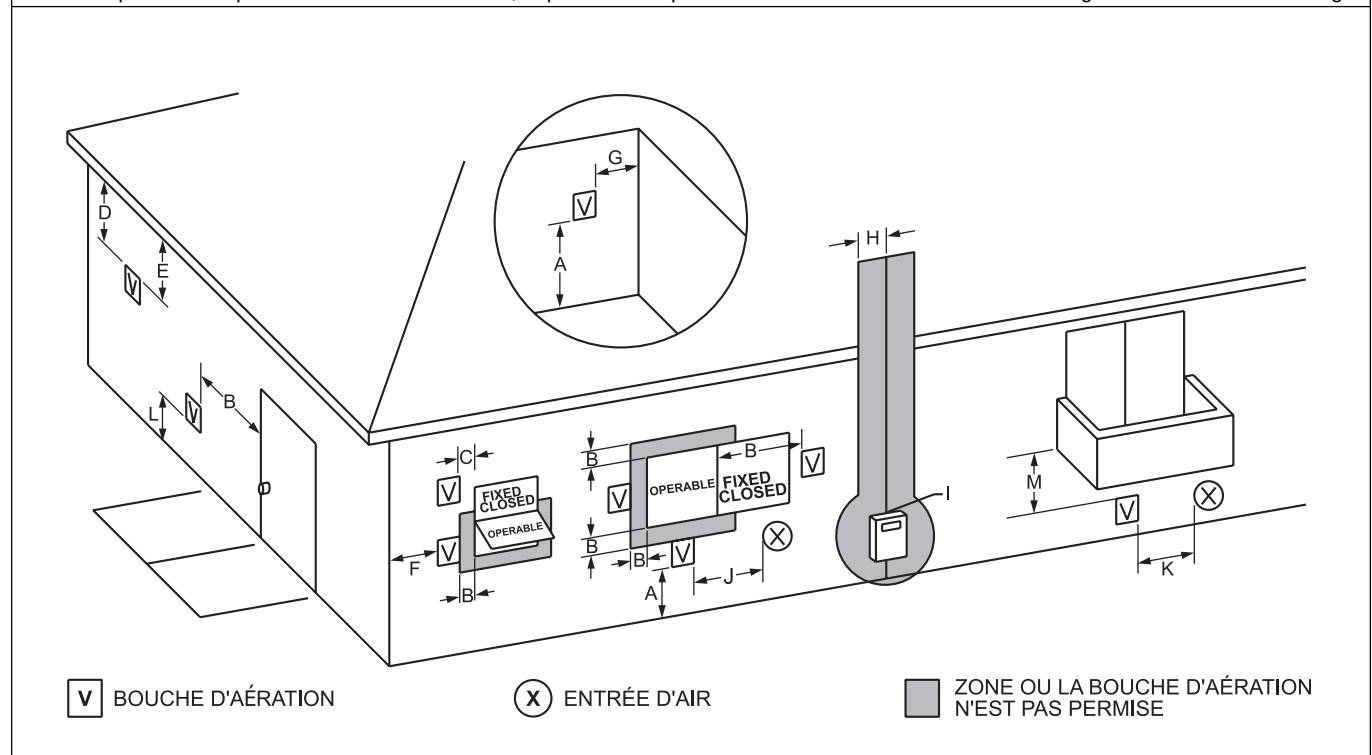

Figure 3. Air de combustion et évent à travers le mur.
1. La figure 3 montre les exigences nécessaires pour l'espace du terminal de ventilation mécanique pour les USA et le Canada.
4. Si le Pennant est ventilé par le mur latéral sur le même mur, situez le terminal de ventilation à au moins 0.9m horizontalement à partir du terminal d'air de combustion et situez le terminal de ventilation à au moins 0.3m au-dessus du terminal d'air de combustion (voir Figure 3).